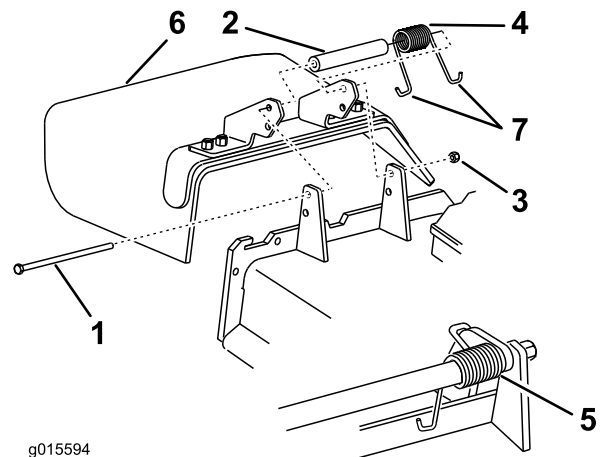

Figure 97
**Remarque:** Prenez soin de placer une extrémité en J du ressort derrière le bord du plateau avant de mettre le boulon en place, comme indiqué à la Figure 97.
3. Remettez le boulon et l'écrou en place. Accrochez une extrémité en J du ressort au déflecteur d'herbe (Figure 97).
1. Retirez le contre-écrou, le boulon, le ressort et l'entretoise qui fixent le déflecteur aux supports de pivot (Figure 97). Enlevez le déflecteur s'il est endommagé ou usé.